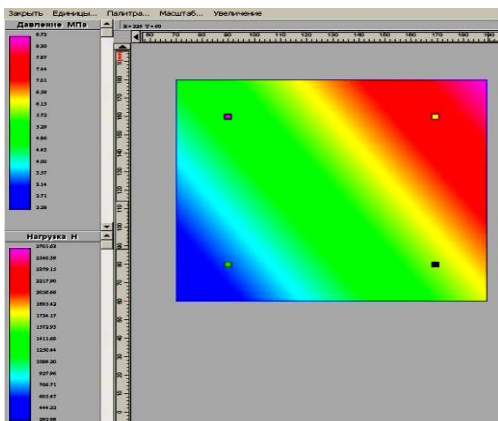

Рис. 31
8. Просмотр результатов расчета. После завершения расчета на экране монитора открывается окно Карта давлений (рис. 31) с изображением контактной поверхности, окрашенной в различные цвета. Цветовая гамма поверхности отвечает цветовой шкале *Давление, МПа*, расположенной в левой верхней части окна.